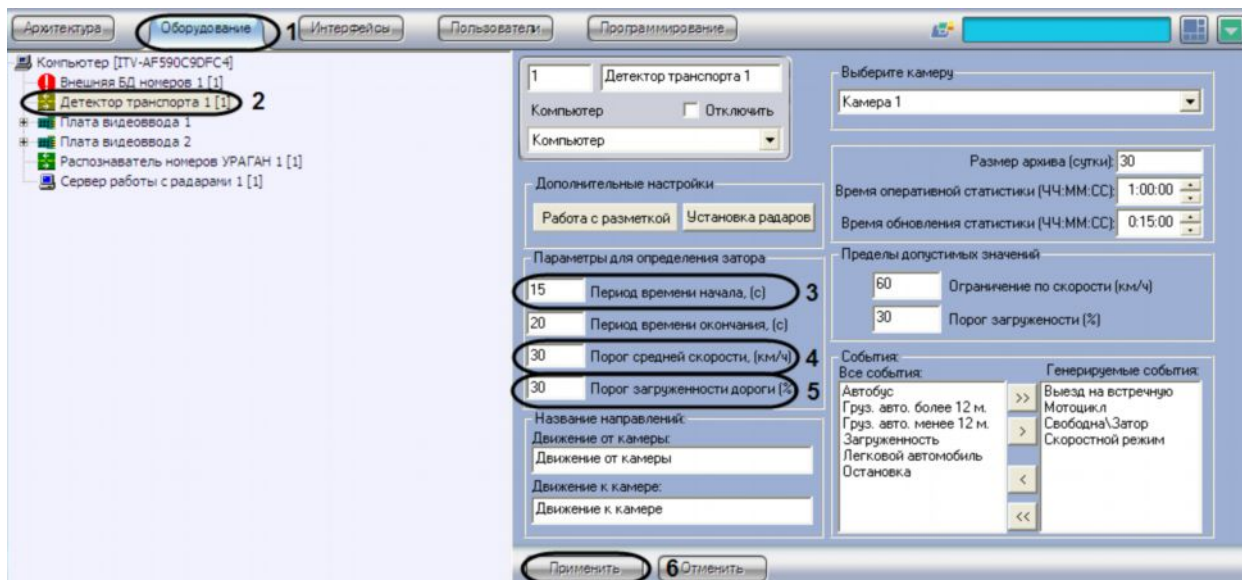

Рис. 7.5.10-1 Указание параметров образования затора на дороге
1. В диалоговом окне «Настройка системы» перейти на вкладку «Оборудование» (см. Рис. 7.5.10-1, 1).
2. В дереве объектов на вкладке «Оборудование» выбрать объект «Детектор транспорта», соответствующий настраиваемому программному модулю «Детектор транспорта» (см. Рис. 7.5.10-1, 2). В правой части вкладки «Оборудование» отобразится панель настройки выбранного объекта.
3. Указать период времени, в течение которого должны выполняться условия начала транспортного затора (см. Рис. 7.5.10-1, 3).
4. Указать минимальную среднюю скорость движения транспортного потока, до которой образование транспортного затора не возникает (см. Рис. 7.5.10-1, 4).
5. Указать процент загруженности дороги, выше которого возникает вероятность возникновения транспортного затора (в том случае, если другие параметры удовлетворяют условиям возникновения транспортного затора) (см. Рис. 7.5.10-1, 5).
6. Нажать кнопку «Применить» (см. Рис. 7.5.10-1, 6).